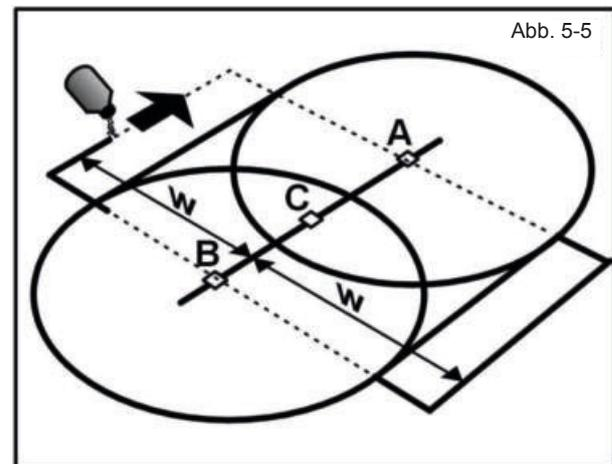

Abb. 5-5
- f) Die markierten Kreise sind mit Linien (mittels Sand, Kalk oder Mehl) so zu verbinden, dass ein Oval geschaffen wird (Abb. 5-5).
- g) Markieren Sie nun ein Rechteck entlang der Geraden des Ovals. Das Maß W ist der Tabelle auf Seite 21 und 22 unter den jeweiligen Beckengrößen zu entnehmen (Abb. 5-5).